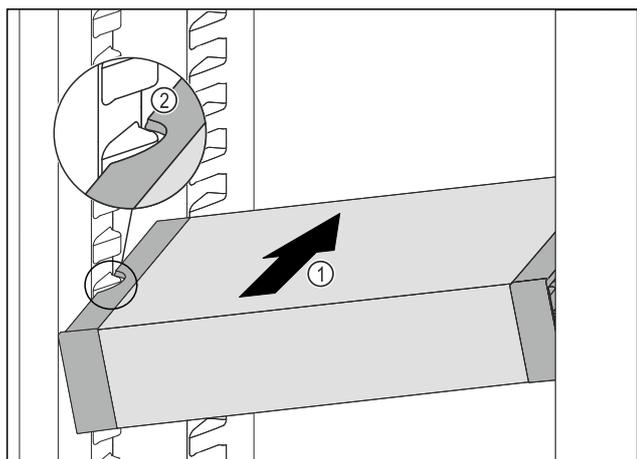

Fig. 83
- ▶ VarioSafe gurajte koso u hladnjak Fig. 83 (1) sve dok se bočni otvori Fig. 83 (2) ladice VarioSafe ne nađu na visini žlijeba spremnika u hladnjaku.